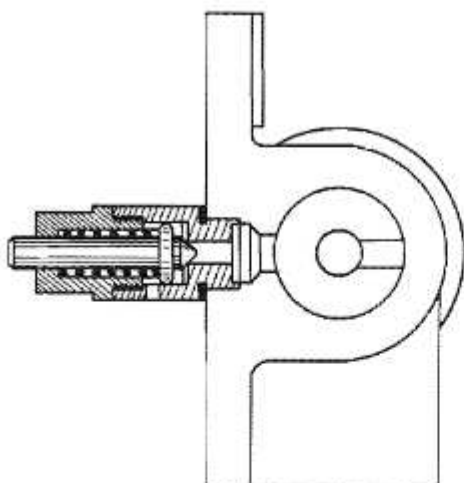

Fig. 48A - Clapet de sécurité complet
4. Montez ensuite le pointeau avec son ressort et vissez le six-pans mâle sur le siège déjà fixé au distributeur (fig. 48A).